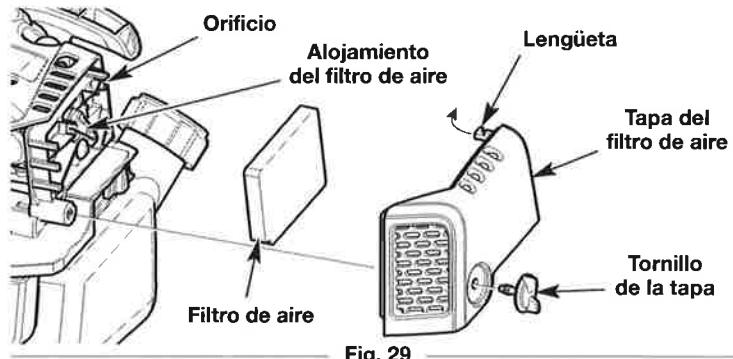

Fig. 29
1. Desenrosque completamente el tornillo de la tapa. Gire la cubierta del filtro de aire hacia la derecha. Extraiga la tapa del filtro de aire del alojamiento de dicho filtro (Fig. 29).
2. Extraiga el filtro de aire de su alojamiento (Fig. 29).
6. Vuelva a instalar el filtro de aire en su alojamiento (Fig. 29).
7. Inserte la lengüeta sobre la cubierta del filtro de aire dentro del orificio en el alojamiento del filtro de aire. Gire la cubierta del filtro de aire hacia la izquierda. Oprima la tapa del filtro de aire nuevamente en el alojamiento de dicho filtro. Inserte el tornillo de la tapa dentro de la tapa del filtro de aire. Apriete el tornillo de la tapa para sujetar dicha tapa (Fig. 29).